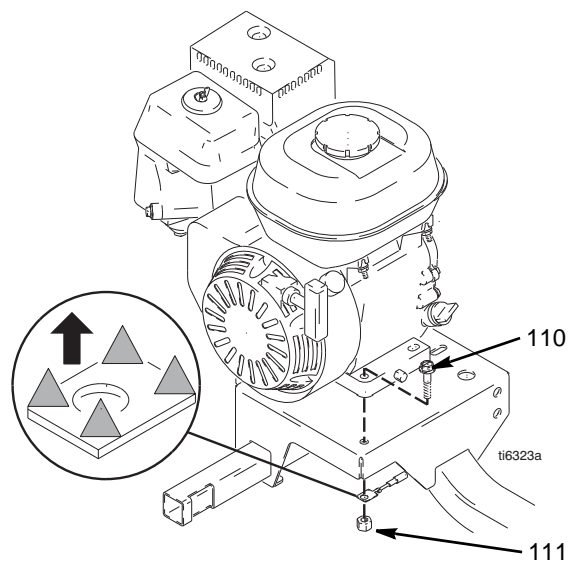

FIG. 13
3. FIG. 13. Fjern to låsemuttere (111) og skruer (110) fra motorens bunn.
2. FIG. 13. Sett to skruer (110) i bunnen av motoren og fest dem med låsemuttere (111). Trekk til med et moment på 20 ft-lb (27.12 N·m).
2. Fig. 13. Ta ut to skruer (108) og åpne dekslet (62a).